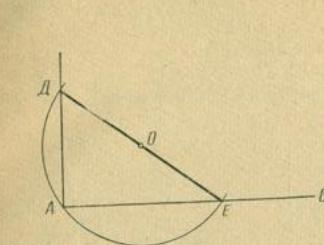

Рис. 3. Построение прямого угла
**Построение прямого угла.** Нанести прямолинейную риску и из произвольной точки  $O$  провести окружность через будущую вершину угла — точку  $A$  (рис. 3). Эта окружность пересечет прямую  $AB$  в точке  $E$ . Через точки  $O$  и  $E$  провести прямую до пересечения с окружностью в точке  $D$ . Отрезки  $DA$  и  $AB$  образуют прямой угол.